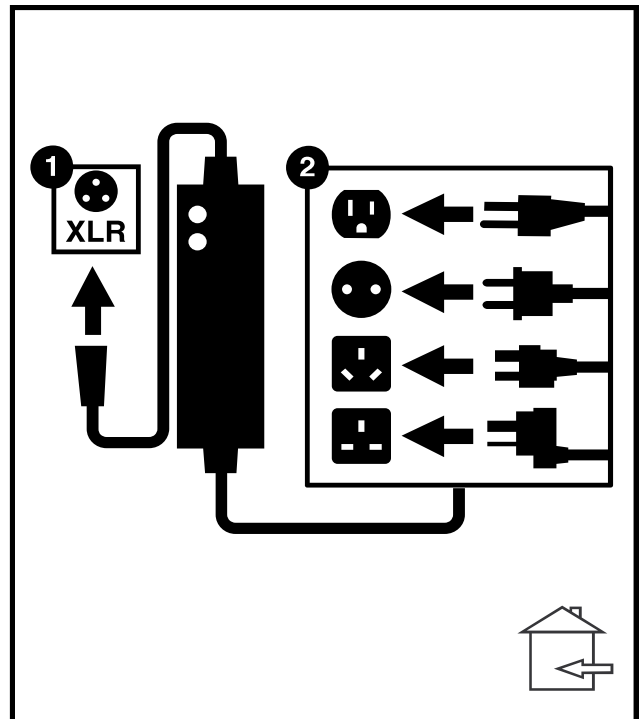

Figure 4. Chargeur à batteries externe
L'extrémité à 3 broches du cordon d'alimentation du chargeur se branche dans cette prise. Voir les figure 4.
Vous devez brancher le chargeur à batteries externe dans son réceptacle et dans une prise murale standard pour la recharge des batteries de votre scooter. Voir la figure 4.
1. Placez votre scooter à côté d'une prise électrique. Voir la figure 4.